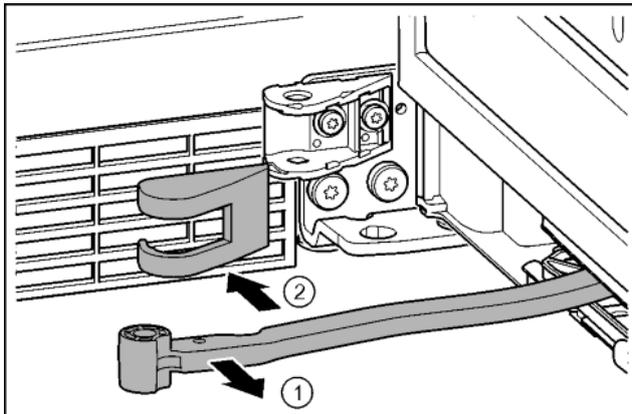

Fig. 18
► Gelenk in Richtung Tür drehen. Fig. 18 (1)
► Abdeckung entfernen. Fig. 18 (2)